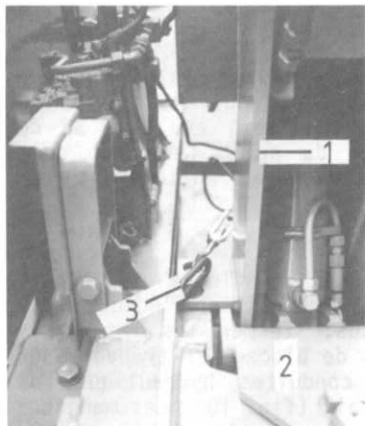

Bild 12
- Heckbagger nach links verschwenken und seitlich versetzen. Kübel bis zum Anschlag einschwenken, Stiel und Ausleger in engste Entfernung zueinander bringen. Ausleger (Bild 12/1) und Schwenkwerkträger (Bild 12/2) mit einem dafür vorgesehenen Bolzen (Bild 12/3) verbinden und mit Federvorstecker sichern. Der Bolzen ist Bestandteil des Heckbaggers.
- Swing the backhoe to the left and shift it laterally. Pivot the bucket to the stop. Bring the digger arm and boom to the closest distance. Connect boom (fig. 12/1) and traversing gear carrier (fig. 12/2) with the provided bolt (fig. 12/3) and secure it with the spring cotter pin. The bolt is an intergrate part of the backhoe.
- Faire pivoter la pelle vers la gauche et la déplacer latéralement. Replier le godet jusqu'à la butée. Réduire au strict minimum la distance entre le bras et la flèche. Relier la flèche (fig. 12/1) et le support de pivotement (fig. 12/2) avec le boulon prévu à cet effet (fig. 12/3) et le bloquer par la goupille à ressort (ce boulon fait partie de la pelle arrière).